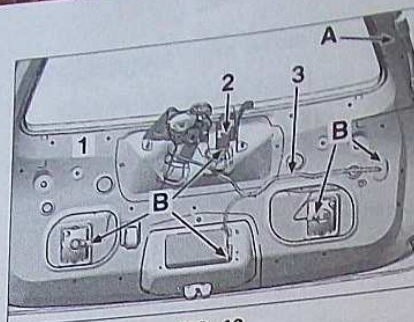

FIG. 40
Déposer (sur le volet (1) (Fig.40)) :
- la serrure de vitre (2) (pour décliper le connecteur).
- la gouttière de faisceau électrique en (A).